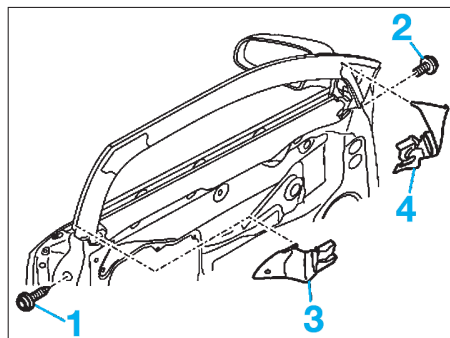

FIG. 68
S'il est nécessaire de modifier la hauteur du cadre de vitre, remplacer les vis (1) et (2) par une vis standard (Fig.68). Les joints (3) et (4) doivent être engagés dans le cadre de glace.